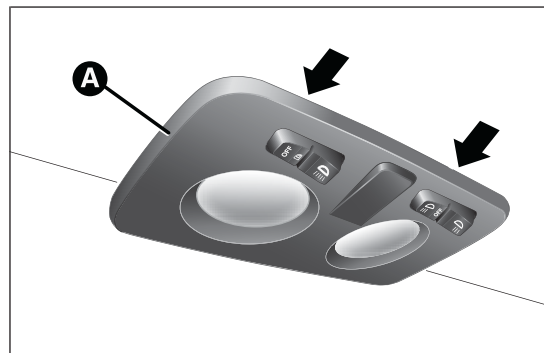
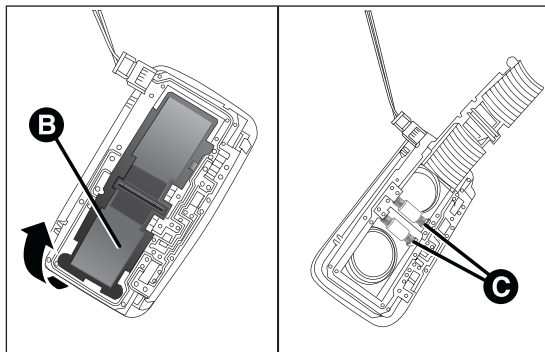

fig. 140
fig. 141
- ☐ extraer el plafón A fig. 140 interviniendo en los puntos indicados por las flechas;
- ☐ abrir la tapa B fig. 141, sustituir las lámparas C soltando los contactos laterales. A continuación, asegurarse de que las nuevas lámparas estén bloqueadas correctamente entre los mismos contactos;
- ☐ volver a cerrar la tapa B fig. 141 y fijar el plafón A fig. 140 en el mismo alojamiento asegurándose de que se bloquee correctamente.